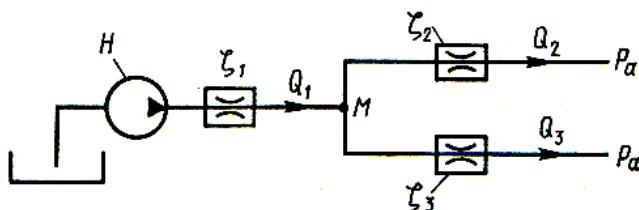

Рис.13
20. Насос обеспечивает расход $Q_1 = 0,6$ л/с по трубопроводу, в котором установлен дроссель (рис.13) с коэффициентом сопротивления $\xi_1 = 3$. В точке М трубопровод разветвляется на два трубопровода, один из которых содержит дроссель с коэффициентом сопротивления $\xi_2 = 10$, а другой - $\xi_3 = 40$. Пренебрегая потерями давления на трение по длине, определить расходы жидкости в ветвях и давление насоса. Диаметр труб $d = 10$ мм ($\rho = \rho_{\text{вод}}$; $\nu = 0,01$ Ст).